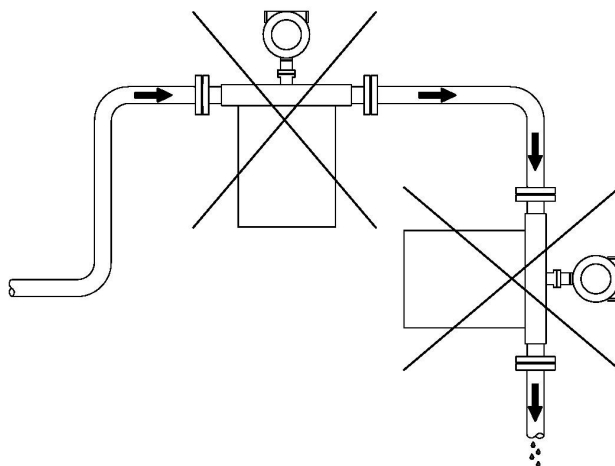

图 6
- 在测量液态流体时，当测量管中易出现气体积聚或形成气泡现象时，会增加测量误差及影响质量流量计的稳定性。因此，如图 6 所示，应避免在下列工艺管道位置安装：